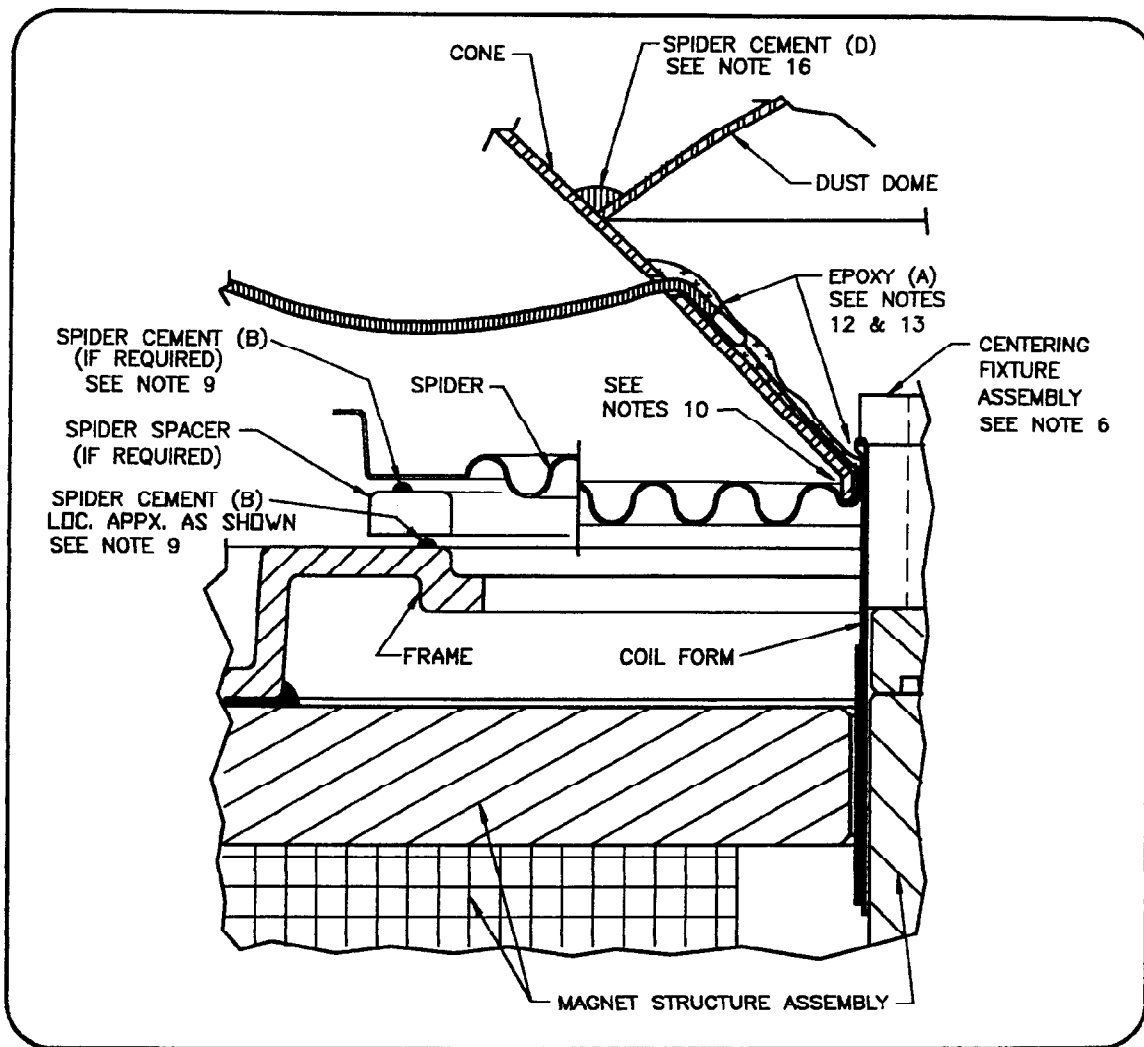
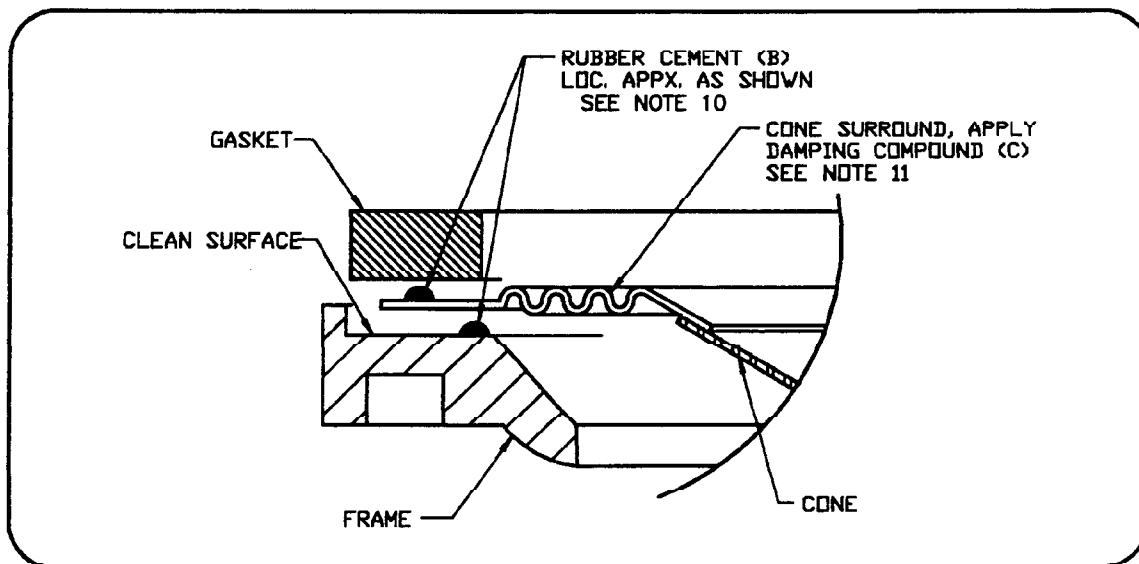

FIGURE 2
FIGURE 3
9. PLACE A GENEROUS BEAD OF SPIDER CEMENT (B) ALONG THE INNER EDGE OF THE SPEAKER FRAME (SEE FIGURE 2). POSITION THE SPIDER SPACER (IF REQUIRED) ONTO THE INNER EDGE OF THE FRAME. PLACE ANOTHER GENEROUS BEAD OF SPIDER CEMENT (B) ON TOP OF THE SPIDER SPACER (IF REQUIRED). PROPERLY SEAT THE SPIDER ON TOP OF THE FRAME (OR SPIDER SPACER).
10. PLACE A GENEROUS BEAD OF CEMENT (B) ALONG THE INNER EDGE OF THE FRAME BASKET AS SHOWN IN FIGURE 3. POSITION THE SPEAKER CONE BY FIRST ALIGNING THE LEAD WIRE HOLES WITH THE SPEAKER TERMINALS AND THEN SLIP THE CONE OVER THE COIL/CENTERING FIXTURE ASSEMBLY AND LET THE INSIDE LIP OF THE CONE REST ON THE SPIDER AS SHOWN IN FIGURE 2. PROPERLY SEAT THE CONE SURROUND TO THE SPEAKER FRAME.
PLACE ANOTHER GENEROUS BEAD OF CEMENT (B) AROUND THE TOP SURFACE OF THE CONE SURROUND AND PROPERLY POSITION THE NEW GASKET AND SECURE IN PLACE (SEE FIGURE 3). PLACE A WEIGHT (OR SECOND SPEAKER) ON TOP OF THE GASKET FOR UNIFORM CURING OF THE CEMENT.
11. APPLY DAMPING COMPOUND (C) ONTO THE SURROUND SECTION OF THE CONE, FROM THE INSIDE DIAMETER OF THE GASKET TO APPX. 1" DOWN ON THE CONE PASSED THE I.D. EDGE OF THE SURROUND SECTION.